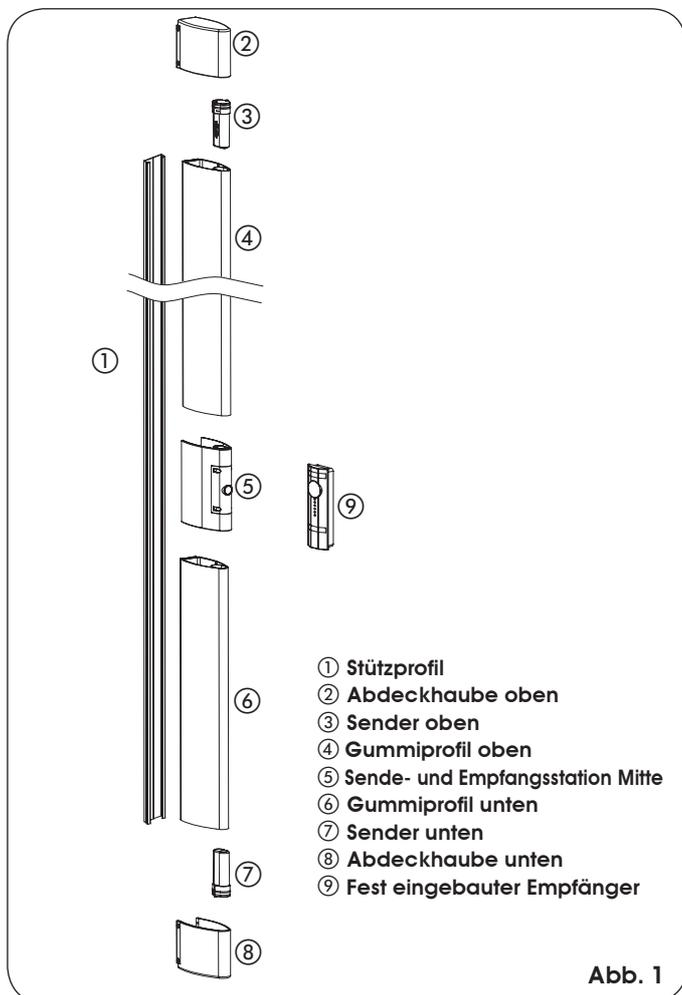

Abb. 1
- Der bewegliche Teil umfasst zwei Sendereinheiten (Abb. 1 Bez. ③ und ⑦), die an den Enden eines Gummiprofils befestigt sind (Abb. 1 Bez. ④ und ⑥) sowie eine Sende- und Empfangsstation (Abb. 1 Bez. ⑤), die sich an einer Zwischenposition befindet. All diese Einheiten funktionieren mit Lithium-Batterien, Mod. AA - L91 - 1,5V. Das Gummiprofil wird durch eine entsprechende Aluminiumhalterung gehalten (Abb. 1 Bez. ①).
- Der feststehende Teil besteht aus einem Empfänger (Abb. 1 Bez. ⑨), der die Aufgabe hat, mit dem Gerät zu kommunizieren und über entsprechende LED dem Benutzer den Zustand der Vorrichtung anzuzeigen.